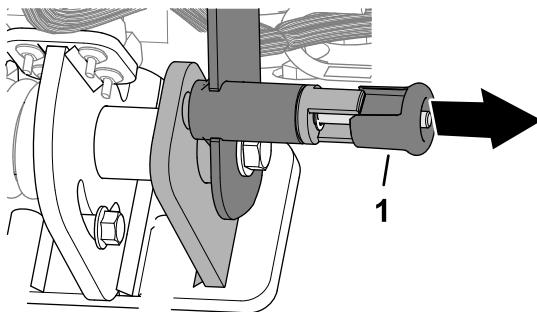

Рисунок 74
- Потяните ручку фиксатора рукоятки управления (Рисунок 74).